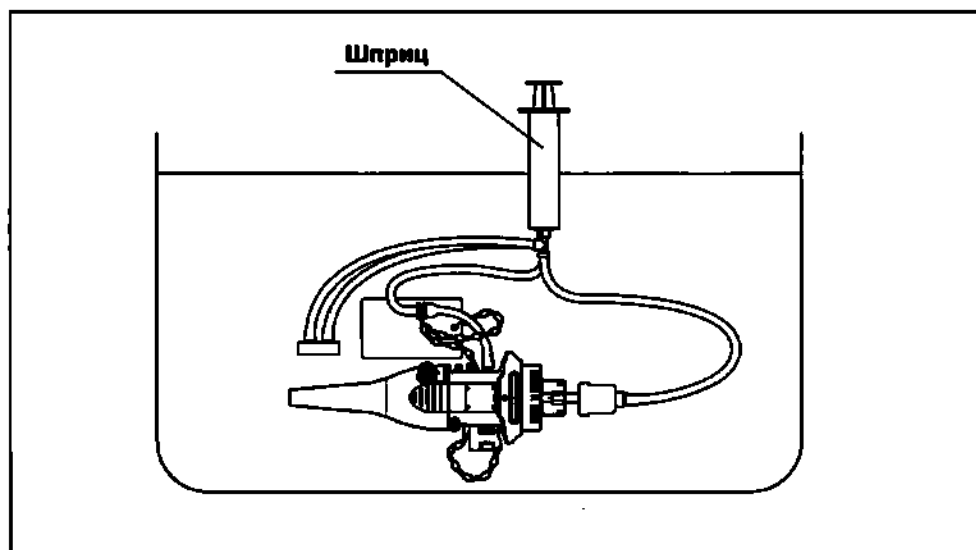

Рис. 5.32
- 6** Полностью погрузив шприц в воду, медленно оттяните поршень шприца, чтобы заполнить шприц водой. Затем надавите на поршень, чтобы промыть аспирационный канал 90 мл воды (т. е. прокачав содержимое шприца не менее трех раз). (см. рис. 5.32)
- 8** Полностью погрузив шприц в воду, медленно оттяните поршень шприца, чтобы заполнить шприц водой. Затем надавите на поршень, чтобы промыть канал подачи воздух/вода 90 мл воды (т. е. прокачав содержимое шприца не менее трех раз). (см. рис. 5.32)